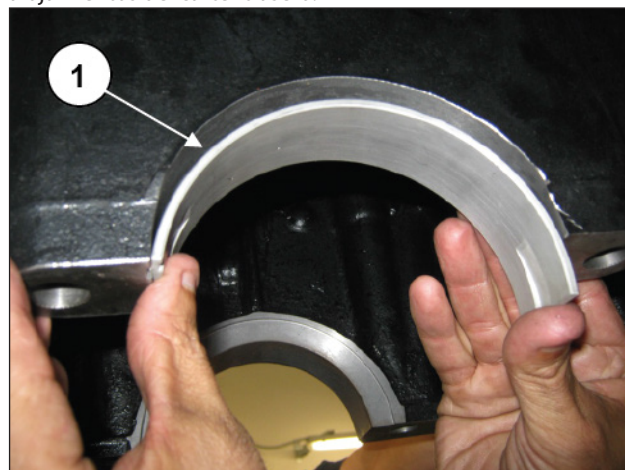

Fig. 108
Montar los semicojinetes de bancada (pos. ①, Fig. 108) en los alojamientos del cárter trasero.